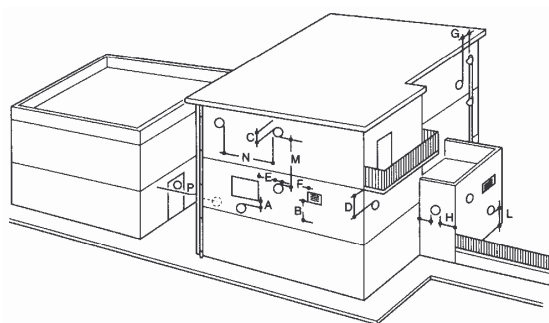

Fig.4
- Viene determinata dalla posizione dell'attacco dei condotti fumi (Fig. 4 ,5 e 7) e **collocata in un luogo coperto e protetto** in accordo con la normativa UNI 7129/7131 e successivi aggiornamenti e alle disposizioni comunali.